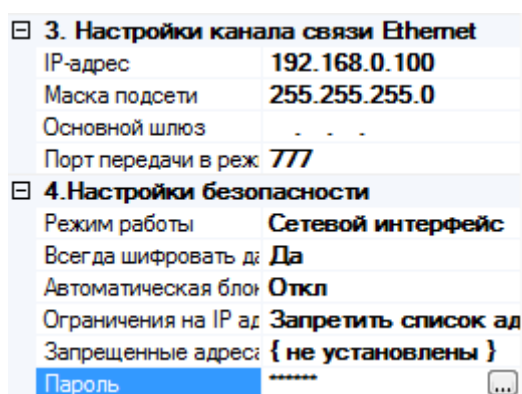

Рис. 11
- В ПО «Стрелец-Мастер» в дереве устройств выберите настраиваемый сервер доступа WEB-И и на панели «Свойства» укажите режим работы – Сетевой интерфейс (Рис. 11).
- В дереве устройств выберите настраиваемый сервер доступа WEB-И и установите нужные параметры на панели «Свойства», расположенной справа. Для функционирования устройства необходимо задать пароль в соответствующем поле (Рис. 11).